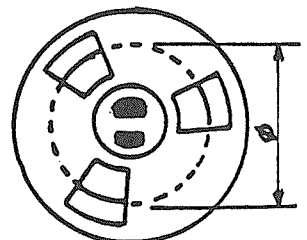

Fig 6
- Bobiner de la bande sur la bobine du Haut de façon à obtenir un diamètre de galette Ø $16,5\text{cm} < \text{Ø} < 17,78\text{cm}$ (Voir fig 6)